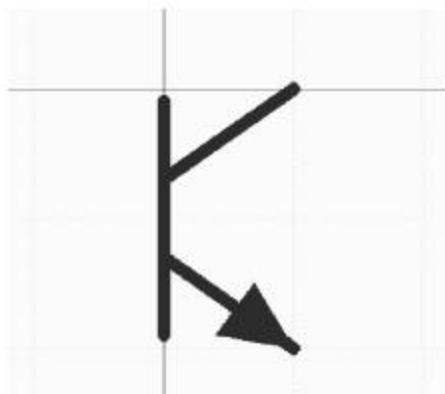

图 3-13 绘制三极管符号
(3) 单击原理图符号绘制工具栏中的“放置线条”按钮 ,光标变成十字形状。绘制一个 NPN 三极管符号,如图 3-13 所示。